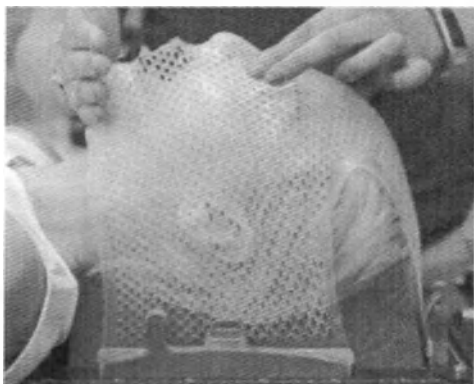

Рисунок 5
3. Сформируйте маску по фрагменту блокиратора прикуса, выступающего изо рта пациента. Убедитесь в том, что каналом для воздуха в маске проделано отверстие для дыхания (рис. 4). Если на маске отсутствует отверстие, его можно выполнить в желаемом месте с помощью ножниц. Сформируйте маску по переносице и ниже подбородка. Не касайтесь блокиратора прикуса и лица (рис. 5).